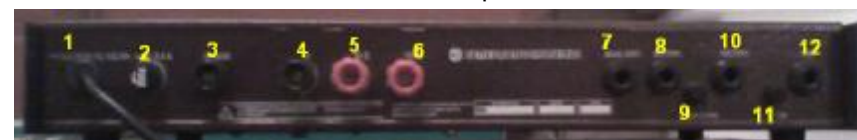

Рис. 2 Вид задней панели усилителя АС-50
линейный вход (рис.2, поз.8,10) ведомого усилителя.
2.3.5. Трансляция сообщений с использованием микрофона необходимо подключить микрофон к любому из сигнальных входов ВХ 1 или ВХ 2(при нажатом кнопочном переключателе. МИКР./ЛИНИЯ (рис.2, поз.9)). Общий регулятор громкости(рис.1, поз.9) установить в крайнее правое положение, а регулятором уровня чувствительности соответствующего входа выставить номинальное напряжение на выходе усилителя, что определяется кратковременным подсвечиванием красного светодиода в индикаторе (рис1, поз.10), соответствующего уровню 0 дБ.
2.3.6. Для озвучивания больших площадей возможно каскадирование двух и более усилителей. Для этого к линейному выходу (рис.2, поз.7) ведущего усилителя кабелем подключить
2.2.6 Подключить источники сигнала к входам усилителя (рис.2 поз.8, 10, 12) с помощью соединительных кабелей, распаянных в соответствии с рис. 3
Первый канал усилителя «Вх.1» (рис.2, поз.12) является исключительно микрофонным. При нажатии кнопки включения фантомного питания (рис.2, поз.11) на контакты разъема «Вх.1» (рис.2, поз.12 и рис.1, поз.1) подается напряжение +12В(+48В). для питания электретных микрофонов. В случае подключения динамических микрофонов к «Вх.1» усилителя – кнопка фантомного питания должна быть отжата.
Второй канал усилителя «Вх.2» (рис.2, поз.10) является также микрофонным. В нем отсутствует приоритет и фантомное питание. Регулировка уровня чувствительности во втором канале устанавливается регулятором уровня сигнала «Вх.2» (рис.1, поз.6);
Третий канал усилителя «Вх.3» (рис.2, поз.8) является линейным несимметричным. Уровень регулировки
2.2.7 Подключить необходимые акустические устройства к выходным клеммам (рис.2 поз.4-6);
2.2.8. Подключить сетевым шнуром (рис.2 поз.1) усилителя к сети ~ 220 В, 50 Гц .